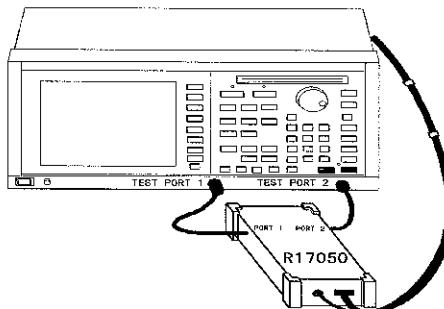

図 2-4 RF ポートの接続
- ② 本器のRFポートと、ネットワーク・アナライザの測定ポートを接続します（図2-4 参照）。